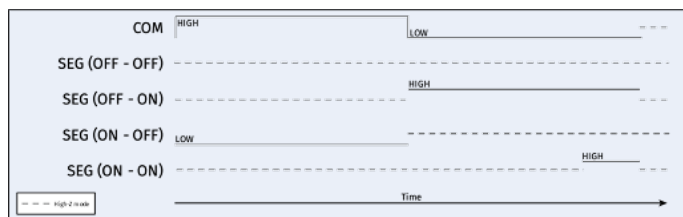

Figure 8. Cette technique de commande actualise l'afficheur en deux étapes, comme dans la méthode de commande A, mais sans tension d'électrode commune variable.
Cette technique de commande actualise l'afficheur en deux étapes, comme avec la méthode de commande A, mais sans tension d'électrode commune variable (figure 8). Premièrement, certains segments sont désactivés en mettant l'électrode commune à l'état haut (HIGH) et les électrodes des segments concernés à l'état bas (LOW)/0 V (ce qui fournit  $-V_{SUPPLY}$  aux segments). Deuxièmement, certains segments sont activés en mettant la tension commune au niveau bas et les électrodes des segments concernés à l'état haut (résultant en  $+V_{SUPPLY}$  à travers les segments). Une impulsion de rafraîchissement plus courte doit être appliquée aux segments qui doivent être maintenus à l'état actif (ON). La séquence se termine par mettre toutes les sorties en haute impédance (High-Z) pour maintenir l'état. Si le système est à une basse tension ou si les exigences de durée de vie sont limitées, cette technique peut être une bonne option.